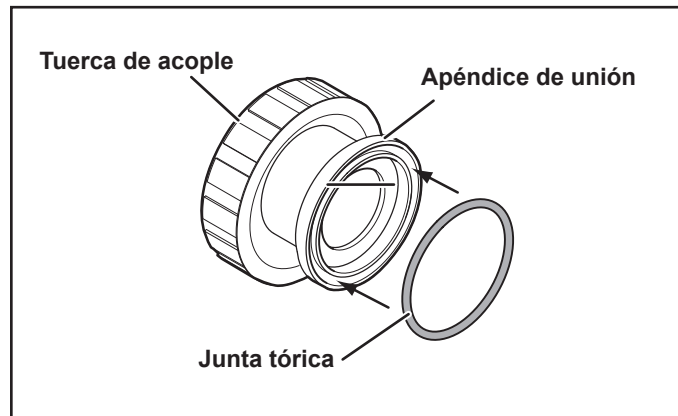

Figura 2. Colocación de la junta tórica
- Coloque las juntas tóricas en la cara de los apéndices de la unión, donde la cara del apéndice se conectará con los puertos del filtro. Asegúrese de que cada junta tórica esté asentada correctamente en la ranura de cada apéndice de unión. Consulte la Figura 2.